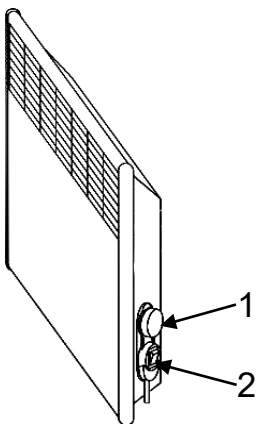

Рис. 5
4.7 Установіть вимикач (клавіши регулювання потужності) у положення "0", ручку термостата установіть в положення "❄". Конвектор готовий до роботи (розташування органів керування конвектором наведено на рис. 5).